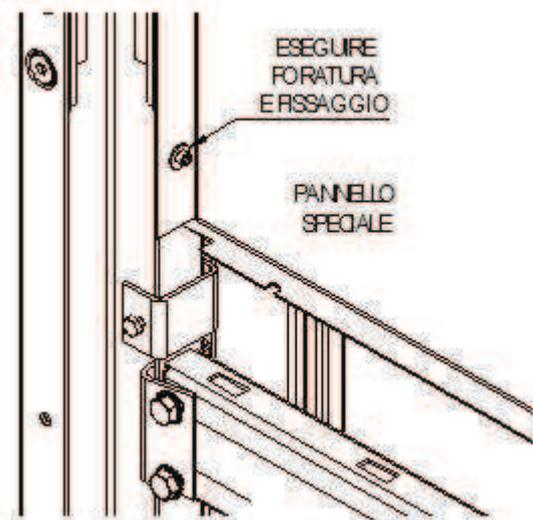

Fig. 18.4
- ✓ Con il tamponamento in lamiera viene fornito un pannello sopraporta speciale. Il montaggio deve essere eseguito come indicato in Fig. 18.4 eseguendo una foratura di fissaggio tra il pannello ed il montante in prossimità dell'architrave dell'inquadramento